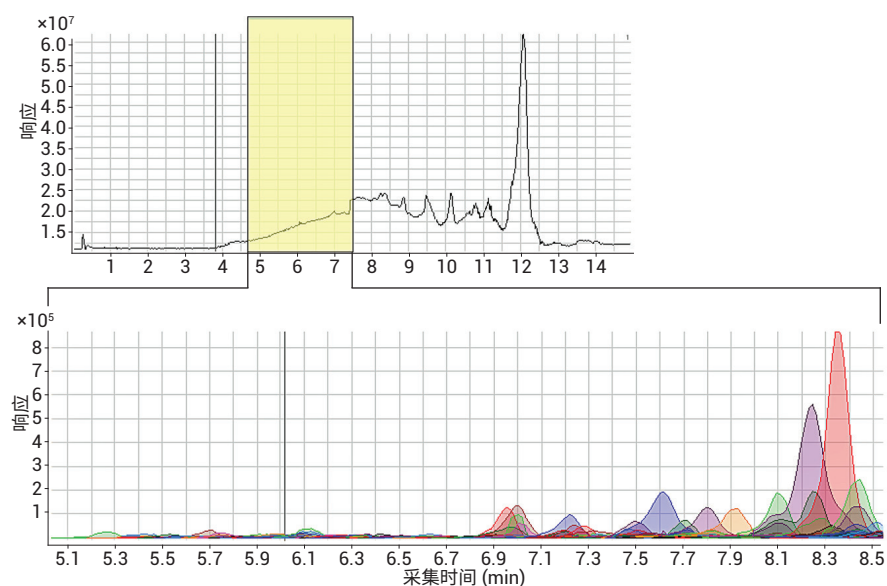

图 16. Agilent MassHunter 软件中的分子特征提取 (MFE) 可由未表现出离散分离的色谱图区域定义多个单独分子实体
Agilent MassHunter 软件工具和个人化合物数据库和谱库 (PCDL) 提供了一种使用质谱数据鉴定化合物的高效方法。未检出杂质可能会造成潜在的药物安全问题。因此，检出样品中尽可能多的杂质至关重要。这一目标通过简单的峰查找方法可能无法实现，因为单个峰可能包含多种组分，即使拥有最出色的质量分辨率也无法避免这种情况。然而，安捷伦专有的 MassHunter 软件中包含的质谱数据分析工具能够准确、快速地鉴定杂质并完成结构解析。用于高分辨率质谱数据的分子特征提取 (MFE) 工具可找出未知杂质 (图 16)。分子特征是由液相色谱保留时间 (RT)、质量数 (包括同位素信息) 和信号响应组合定义的离散分子实体。MFE 是用于从大量原始 LC/MS 数据中提取有关推断杂质重要信息的必要分析工具。